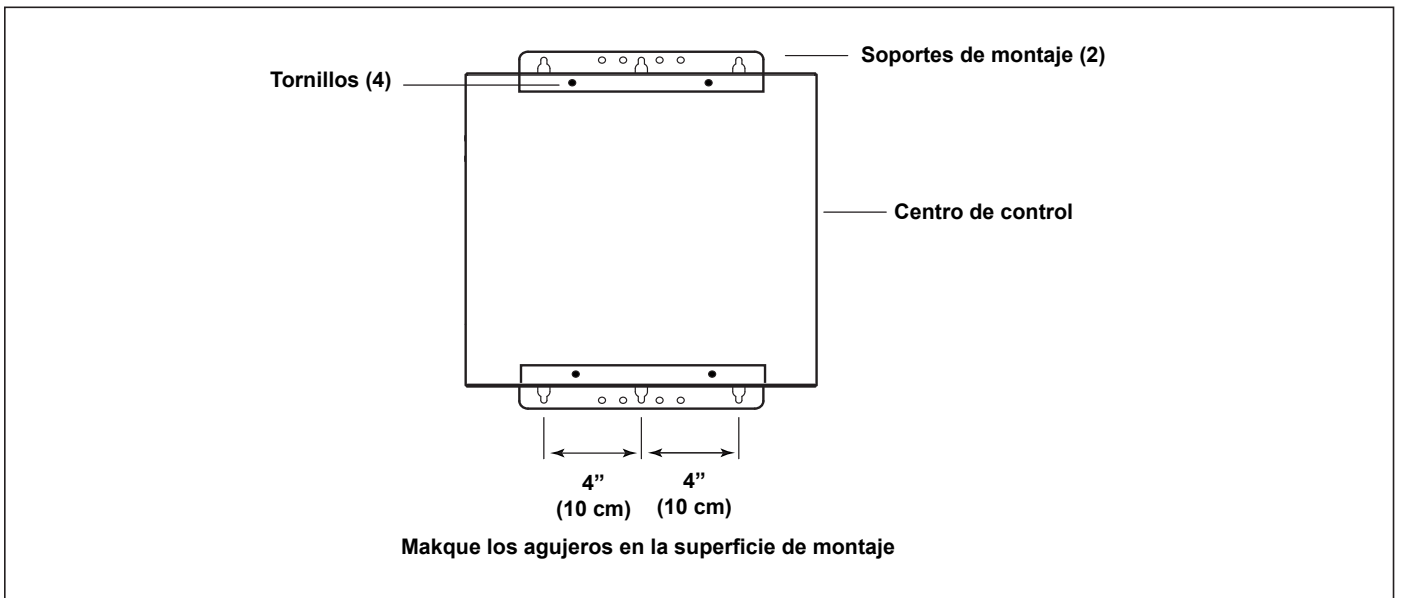

Figura 7. Instalación de la fuente de alimentación
2. El centro de control viene con dos (2) soportes de montaje, colocados en la parte trasera del centro de control durante el envío. Quite los cuatro (4) tornillos que sujetan las dos (2) soportes en el cartón de envío (véase la Figura 7). Retire y deseche el cartón.
3. Utilizando el soporte de montaje superior como guía, marque tres (3) agujeros en la superficie de montaje donde el centro de control se instalará. Perfore los agujeros en la superficie de montaje.